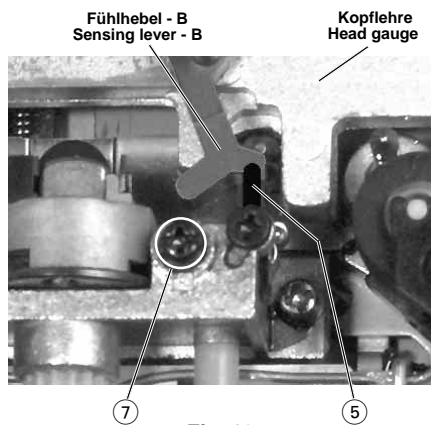
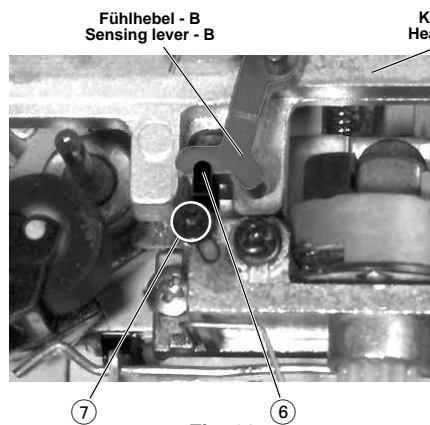

Fig. 19
Fig. 20
- Führen Sie den Fühlhebel B der Kopflehre zur Bandführungsgabel ⑤ (Fig. 19) bzw. ⑥ (Fig. 20).
- Move the sensing lever B of the head gauge towards the tape guide ⑤ (Fig. 19) or ⑥ (Fig. 20).
- Gerätefunktion: Start ▷ oder Start ◁. Beim Durchlauf der Bandlaufcassette darf das Band nicht an der oberen oder unteren Kante der Kopfgabel des Kombikopfes umknicken. Eine geringe Korrektur des Bandlaufes ist möglich durch Verdrehen der Schrauben ⑦ (Fig. 19/20).
- Select function: Start ▷ or Start ◁. During this operation the tape must not bend on the upper or lower edge of the guide fork of the combi head. The tape transport can be corrected by a small amount by turning the screws ⑦ (Fig. 19/20).